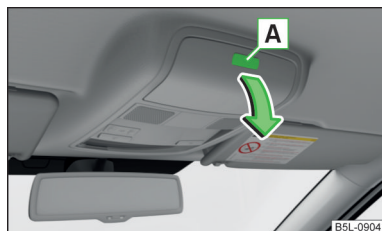

Fig. 87
- Para **abrir** presionar la tecla **A**. El compartimento se abre en el sentido de la flecha » fig. 87.